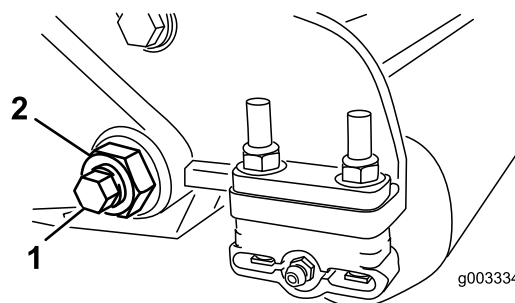

Figura 30
3. Su ogni lato della macchina, allentate il dado di bloccaggio che fissa il bullone del pianale (Figura 30).
4. Rimuovete ogni bullone del pianale consentendo al pianale di essere spostato verso il basso e rimosso dal bullone della macchina (Figura 30).